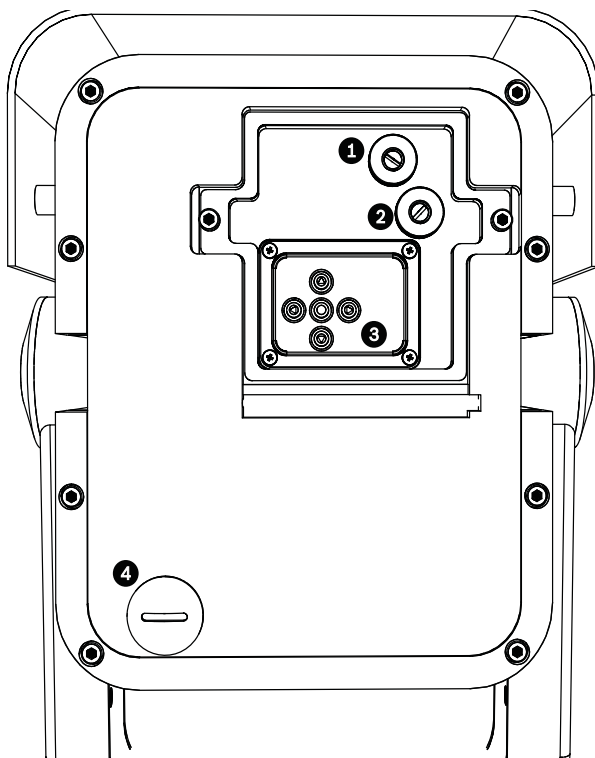

Figura 6.2 Câmara e LED
3. Abra o painel de acesso. Agora pode ajustar a focagem, a distância focal e os controlos de inclinação do LED (veja *Figura 6.2* em baixo).
- Utilize o parafuso de fixação na parte superior (item 1, *Figura 6.2*) para ajustar a focagem da imagem:
- Utilize o parafuso de fixação inferior (item 2, *Figura 6.2*) para ajustar a distância focal (estreita ou larga):